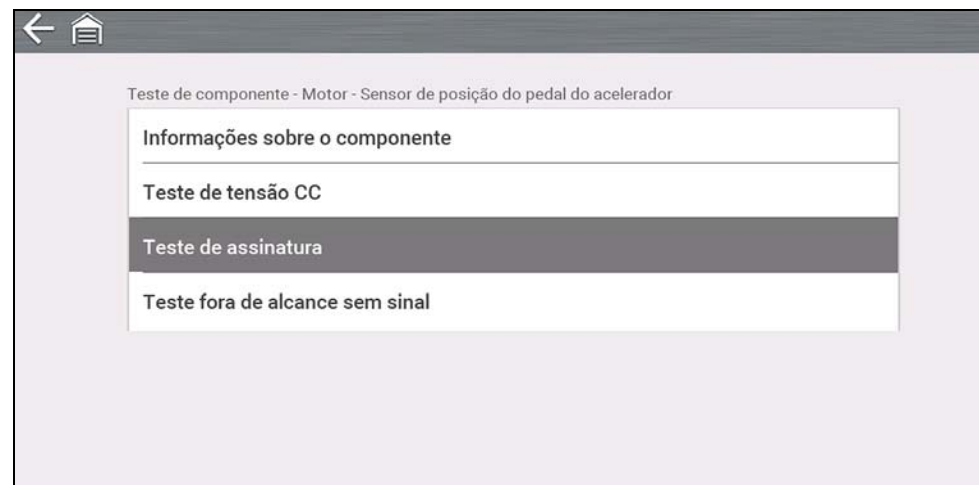

Figura 7-7
2. Selecione um **Teste** do menu Teste de componentes (Figura 7-7).